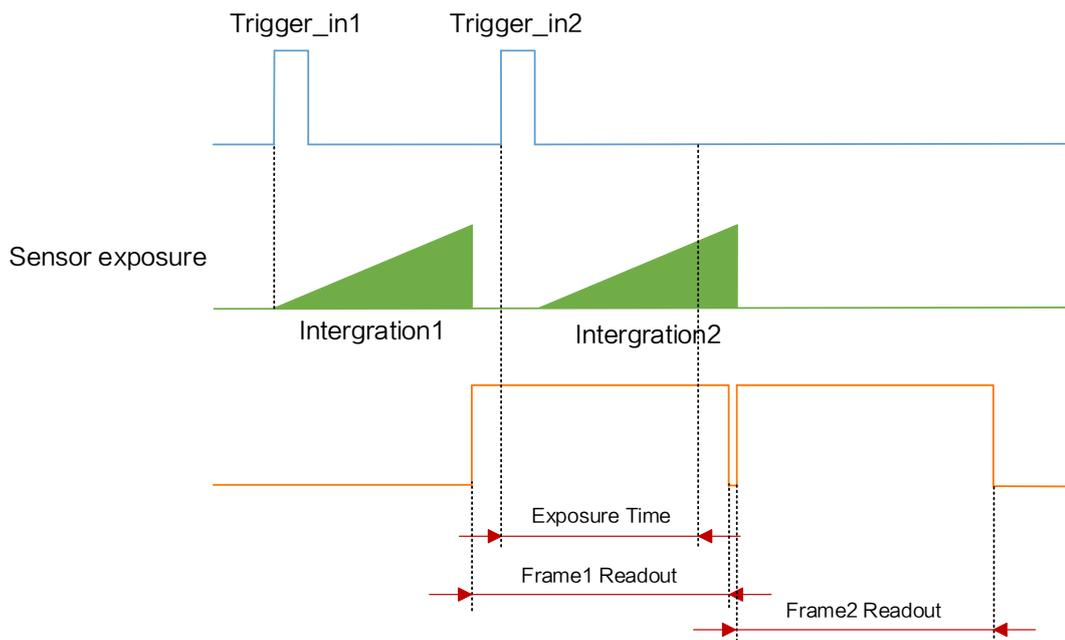

图8-16 第 2 帧曝光移动处理时序
- 若第2个触发信号第1帧图像的曝光结束时间早于相机当前第1个触发信号最后1帧出图时间，则相机内部会做处理，将第2个触发信号第1帧图像的曝光开始时间推迟，确保第2个触发信号第1帧图像的曝光结束时间不早于第1个触发信号最后1帧的出图时间，如图8-16所示。